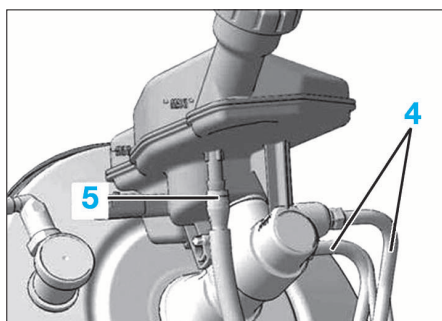

FIG. 4
- Débrancher les tuyaux de freinage (4) (Fig.4).